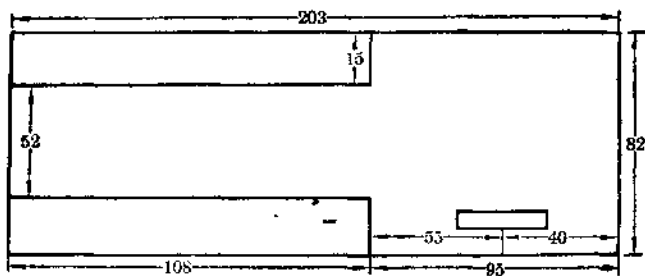

图 2
1. 车身底板: 用 82×203 [毫米]²木板一块, 按照图 2 所示, 把 15×108 [毫米]²两部分从底板上锯下。并如图所示开齿轮孔, 孔大小可按大齿轮尺寸来定, 然后用砂皮将四边砂光。